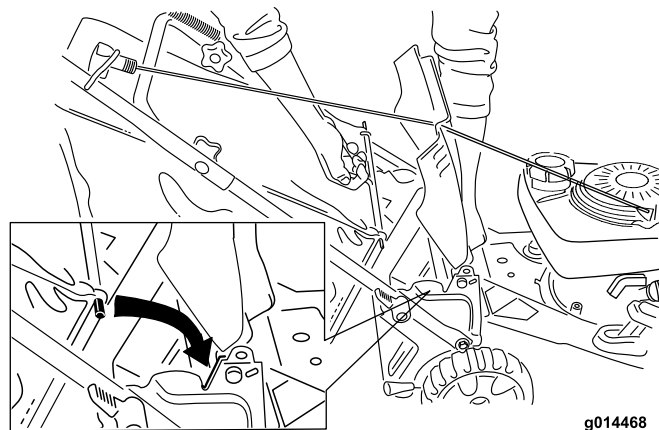

Figura 21
2. Levante y sujete la tapa trasera, instale la bolsa en las muescas y baje la tapa trasera (Figura 21).